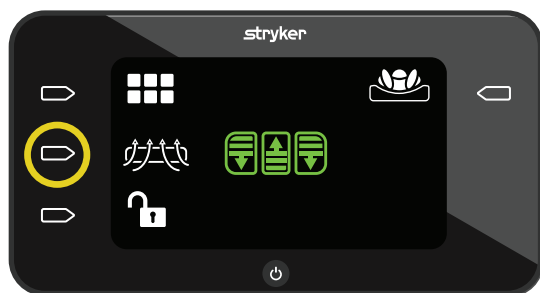

Figur 35 – AST-läge på
2. Tryck på **Åtgärd**-knappen bredvid **AST-läge**-ikonen för att stoppa AST-läget (Figur 35).